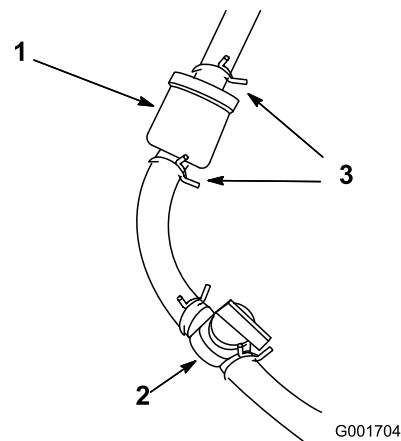

図 48
1. 燃料バルブを閉じる 図 48。
2. フィルタの下に回収容器を置き、フィルタのキャブレタ側のホースクランプをゆるめて燃料ラインからフィルタを外す (図 48)。